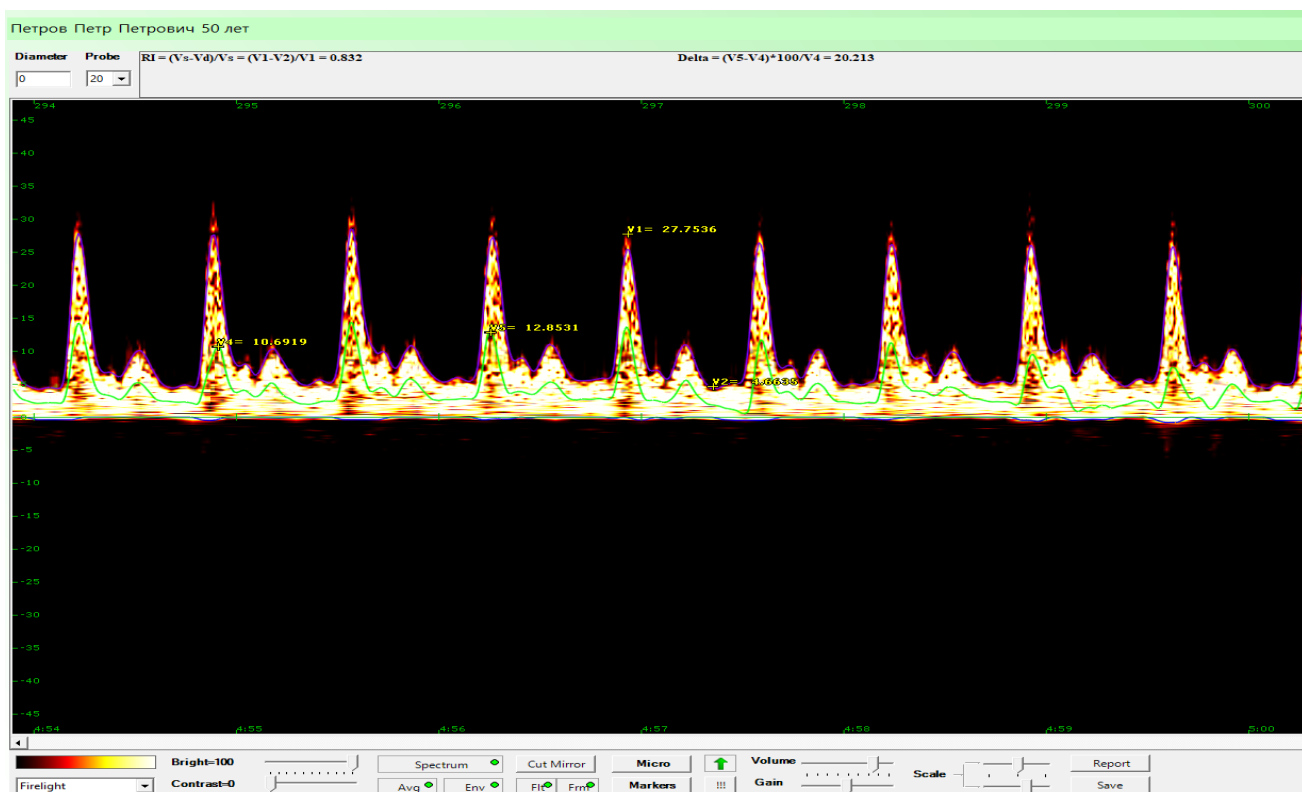

Рисунок 35 – Присвоение маркера для ручного пересчета RI
1. Нажать кнопку «FRM», проставить на графике (спектре) точки (маркеры), которые будут соответствовать мгновенной линейной скорости кровотока (см/сек). Значения Vn программа присвоит автоматически по очереди (рисунок 35):
Значения пересчитанного вручную индекса RI и параметра Delta отображаются в верхней части экрана обследования при нажатой кнопке «FRM» (рисунок 35).